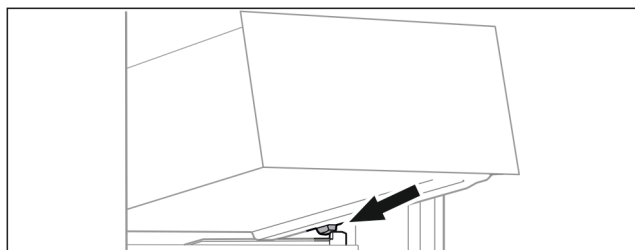

Fig. 135
- ▶ Stavite ladicu ukoso iza zaustavljača na žlijebu spremnika. (pogledajte Fig. 135)